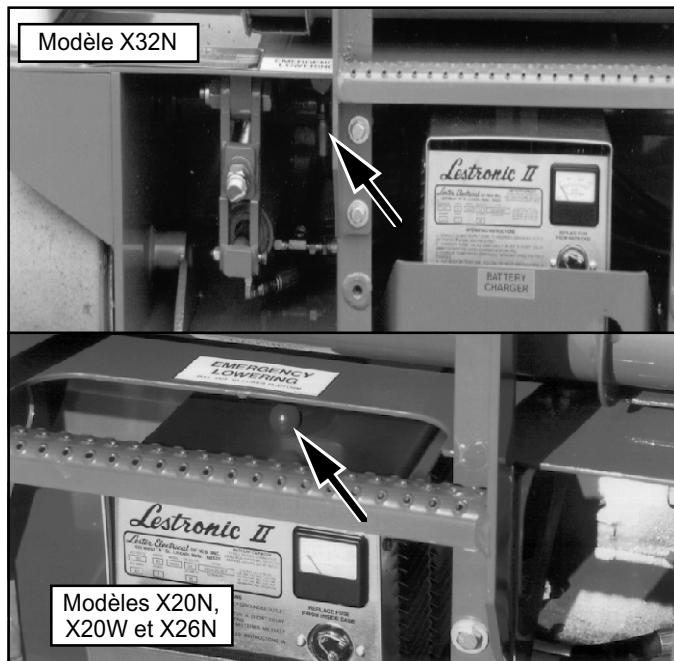

Figure 3 : Bouton de vanne d'abaissement d'urgence
- Ouvrir la vanne d'abaïssement d'urgence du châssis (Figure 3) pour vérifier son bon fonctionnement en tirant la poignée et en la maintenant sortie. Une fois la plate-forme complètement abaissée, fermer la vanne en relâchant la poignée.
Demander à une personne qui se trouve au sol d'ouvrir la vanne d'abaissement d'urgence, située à l'arrière de la machine (Figure 3).